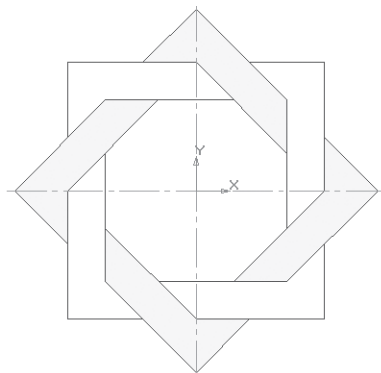

Рис. 88
- если области заливки заданы правильно, щелчком ЛКМ по кнопке  – **Создать объект** на панели **Специального управления** создайте заливку (рис. 88);